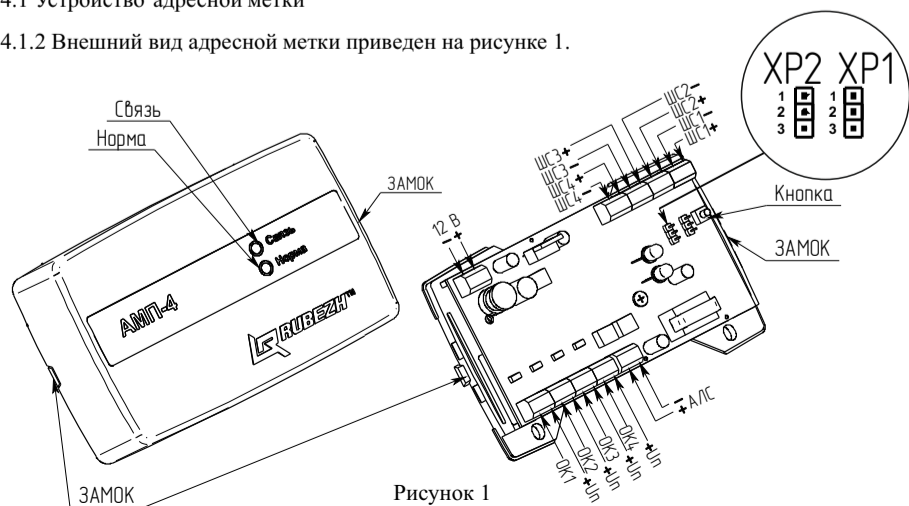

Рисунок 1
2.6 Адресная метка имеет четыре транзисторных ключа (выходы ОК1, ОК2, ОК3, ОК4 на рис.1) типа открытого коллектора (30 В, 0,5 А) с защитой от короткого замыкания.
- мигает при состояниях «Вскрытие корпуса» и «Неисправность» у любого из логических устройств (см. рисунок 1);
4.2 На плате адресной метки имеется кнопка (см. рисунок 1). Кнопка предназначена для тестирования связи с прибором, а также для определения адреса устройства в АЛС и задания нового.
Защитный сброс ИП представляет собой кратковременное обесточивание шлейфа на 3 с и последующий контроль срабатывания ИП через 15 с после запитывания шлейфа. Возможно выключение функции защитного сброса перестановкой перемычек на контакты 2 и 3 разъемов ХР1, ХР2 (см. рисунок 1).
На контакты 2 и 3 разъемов ХР1, ХР2 (см. рисунок 1) должны быть установлены перемычки.